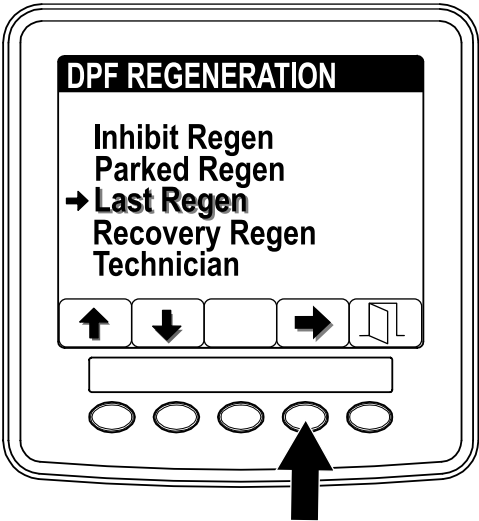

Figura 36
2. Pulse el botón 4 para seleccionar la opción Última regeneración (Figura 36).
1. Vaya al menú Regeneración del DPF, y pulse el botón 1 o el botón 2 para desplazarse a la opción ÚLTIMA REGENERACIÓN (Figura 36).